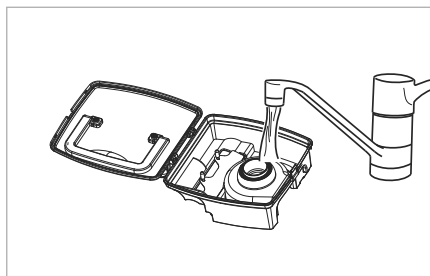

Fig. 12
- 5) Rincez le bac à poussière **14** à l'eau froide ou tiède (voir fig. 12). Laissez le bac à poussière **14** sécher entièrement à l'air avant de l'insérer à nouveau dans l'appareil.